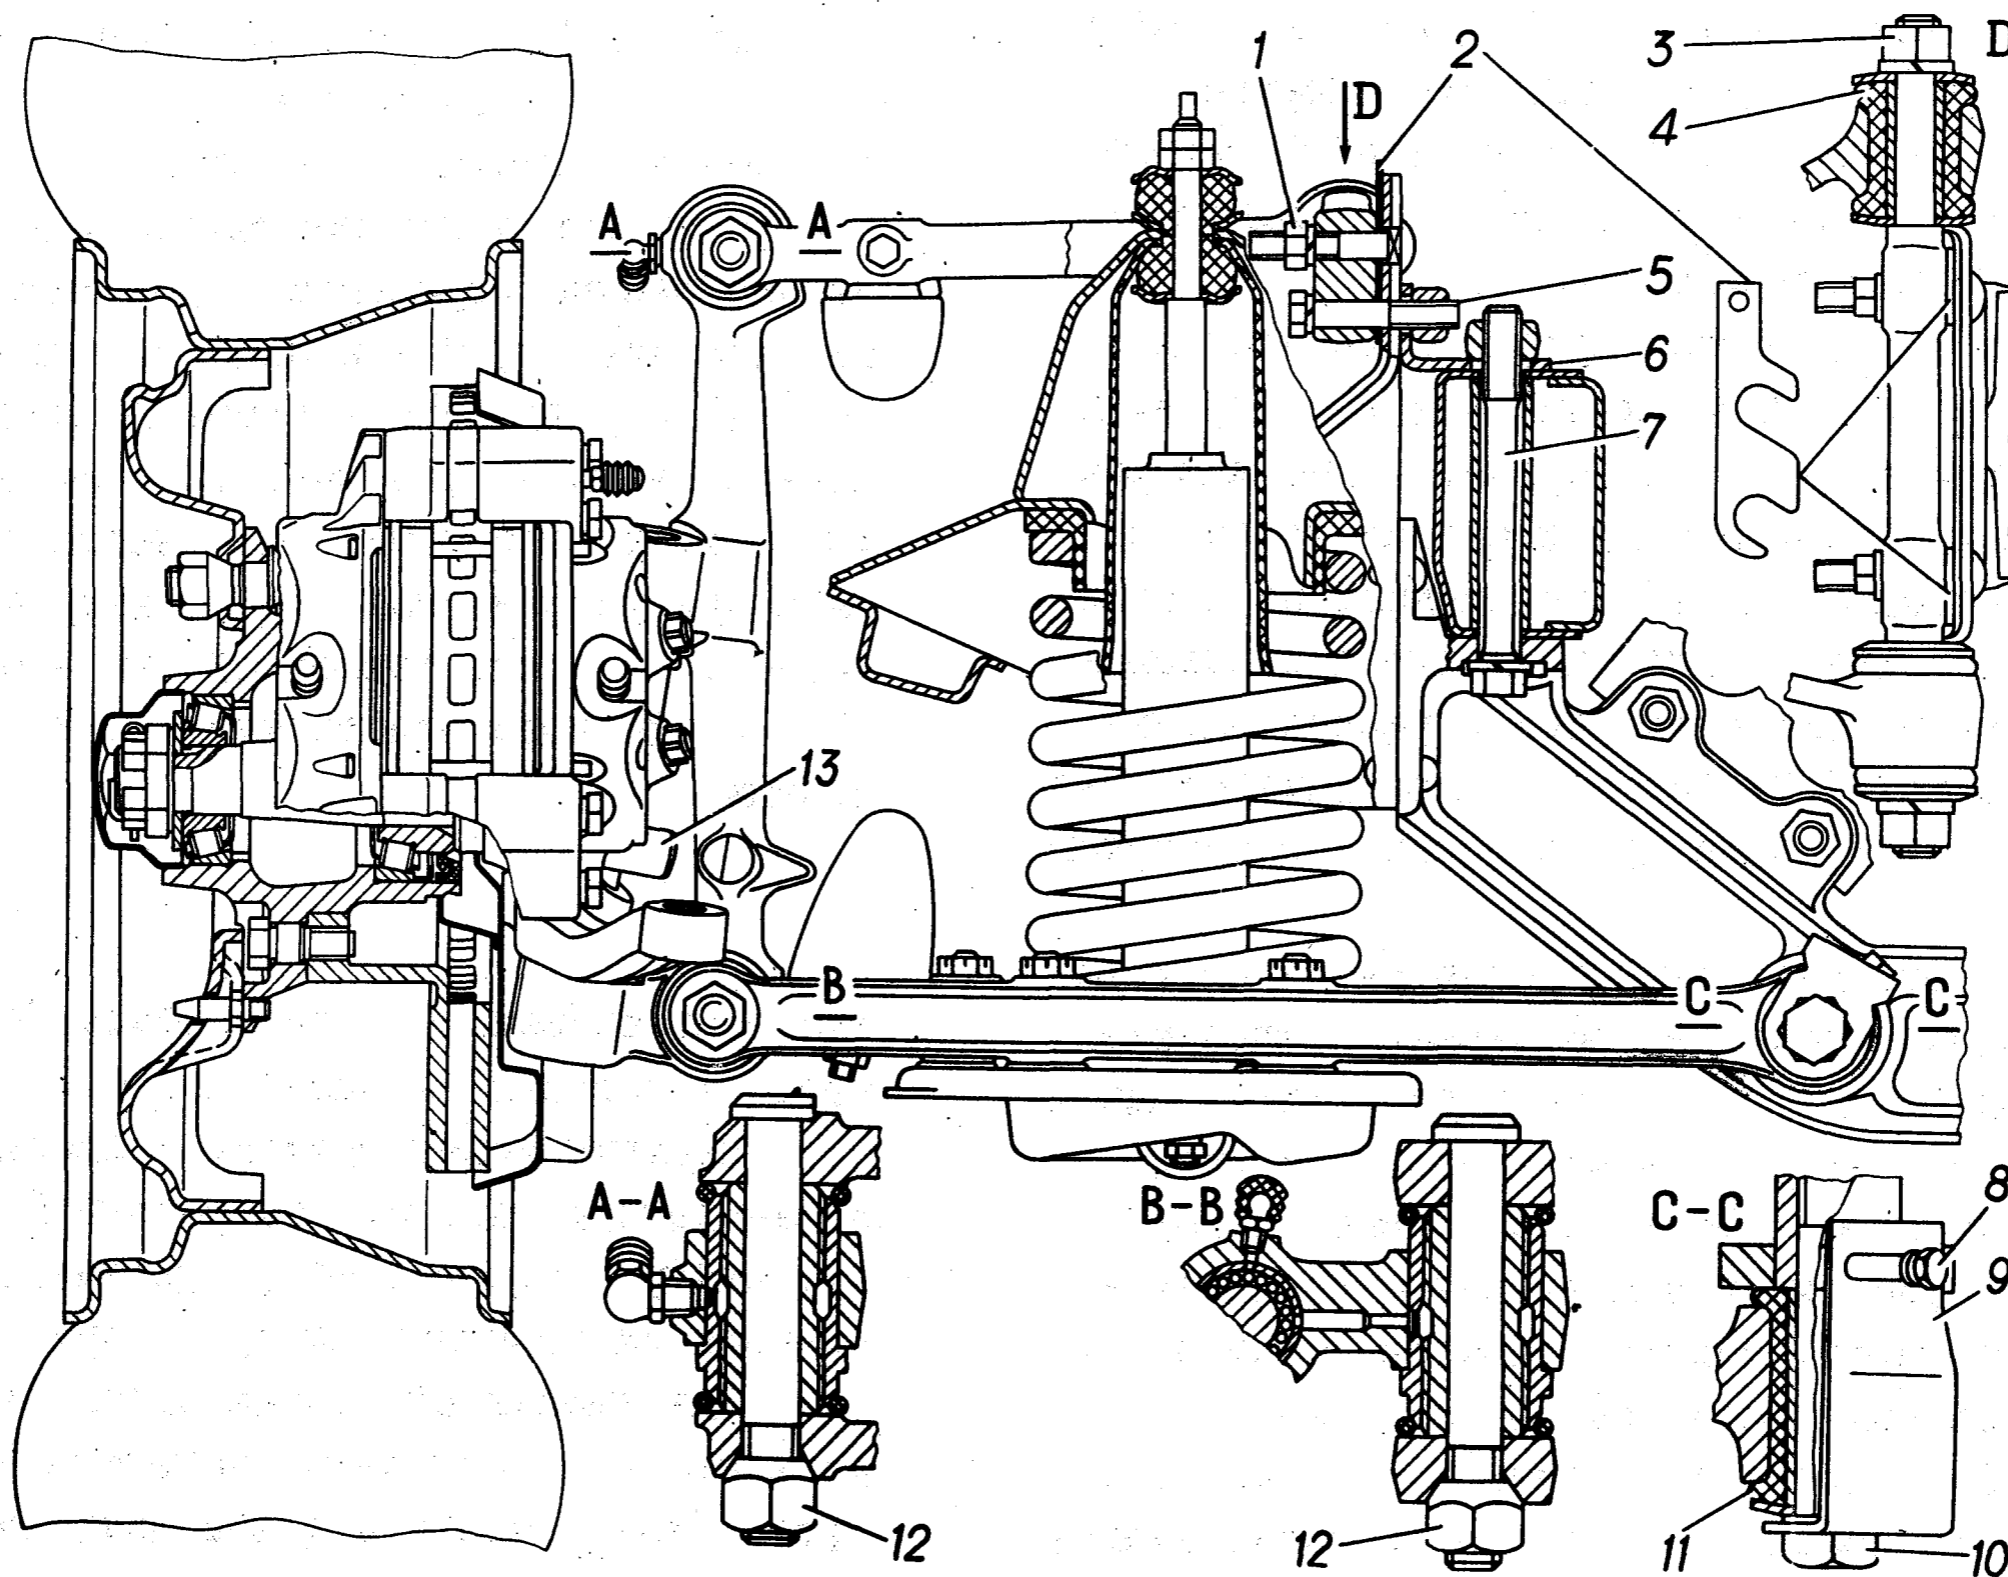

Рис. 137. Передняя подвеска:
Передняя подвеска автомобиля (рис. 137) — независимая, шкворневая, пружинная, рычажная (с поперечным расположением рычагов), с двумя телескопическими амортизаторами двустороннего действия, смонтирована на отъемной поперечине и представляет собой самостоятельный узел.
На стойке и кулаке имеются ограничительные упоры 13 (см. рис. 137), которые ограничивают слишком крутой поворот колес при ходе вниз повернутого колеса.
Регулировка развала и продольного наклона шкворней осуществляется изменением количества регулировочных прокладок 2 (см. рис. 137).
Регулируя развал и угол продольного наклона шкворня, следует учитывать, что, при увеличении числа прокладок 2 (рис. 137) спереди и сзади на одинаковую величину, развал увеличивается, при удалении одинакового количества прокладок развал уменьшается. Добавление по одной прокладке (толщиной 1 мм) увеличивает развал на $0^{\circ}10'$ - $0^{\circ}15'$ и, наоборот, удаление прокладок по одной спереди и
- проверить резьбовые крепления верхних и нижних рычагов передней подвески. Пальцы 10 (см. рис. 137) оси нижних рычагов после снятия стопорных пластин 9 должны быть затянуты, момент затяжки 18-20 даН·м (18-20 кгс·м), гайки 3 оси верхних рычагов затягивать, прикладывая момент 7-9 даН·м (7-9 кгс·м);